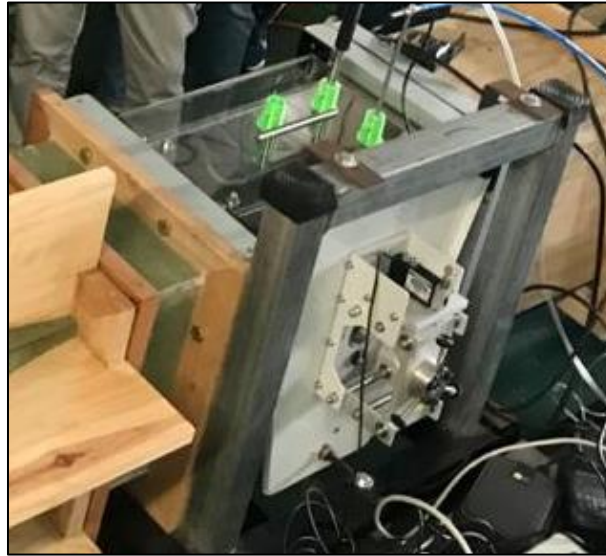

Figura 1. Configuración del equipo de laboratorio.
- a. Armar el equipo como se muestra en la **Figura 1**, conectando la balanza en su base junto al túnel de viento y luego la prensa para objetos, donde se colocará la barra de metal con la que se harán las pruebas correspondientes.